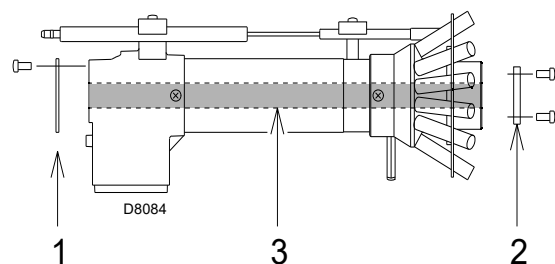

Abb. 19
- das Innenrohr 3)(Abb. 19) entfernen und geliefert mit die Scheiben 1) -2) installieren.